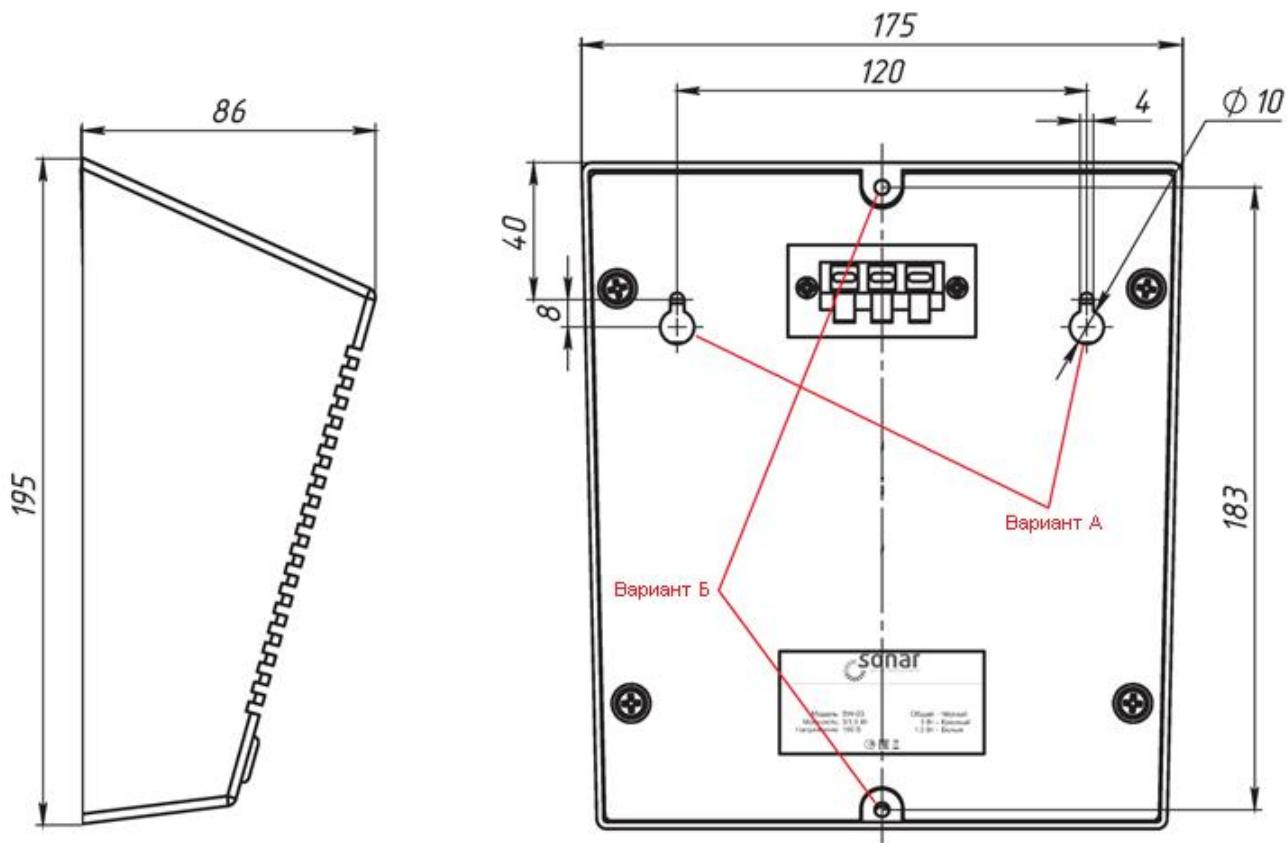

Рисунок 4
- вариант А: просверлить в стене отверстия, используя разметку для установочных размеров «А» (рисунок 4). Установить в отверстия дюбели, вкрутить в дюбели винты, не докрутить их до конца на 5 мм, установить громкоговоритель на винты, используя установочные отверстия «А»
– вариант Б: просверлить в стене отверстия, используя разметку для установочных размеров «Б» (рисунок 4). Установить в отверстия дюбели, приложить к стене громкоговоритель и закрепить его винтами через установочные отверстия «Б».